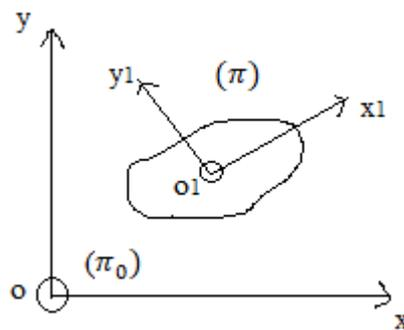

Figure IV.14
Le mouvement d'un solide (S) par rapport à R (O, x, y, z) repère fixe est un mouvement plan sur plan si le plan mobile de ce solide ($\pi(O_1, x_1, y_1)$) reste en coïncidence avec le plan fixe ($\pi_0(O, x, y)$) du référentiel R. Figure IV.14.